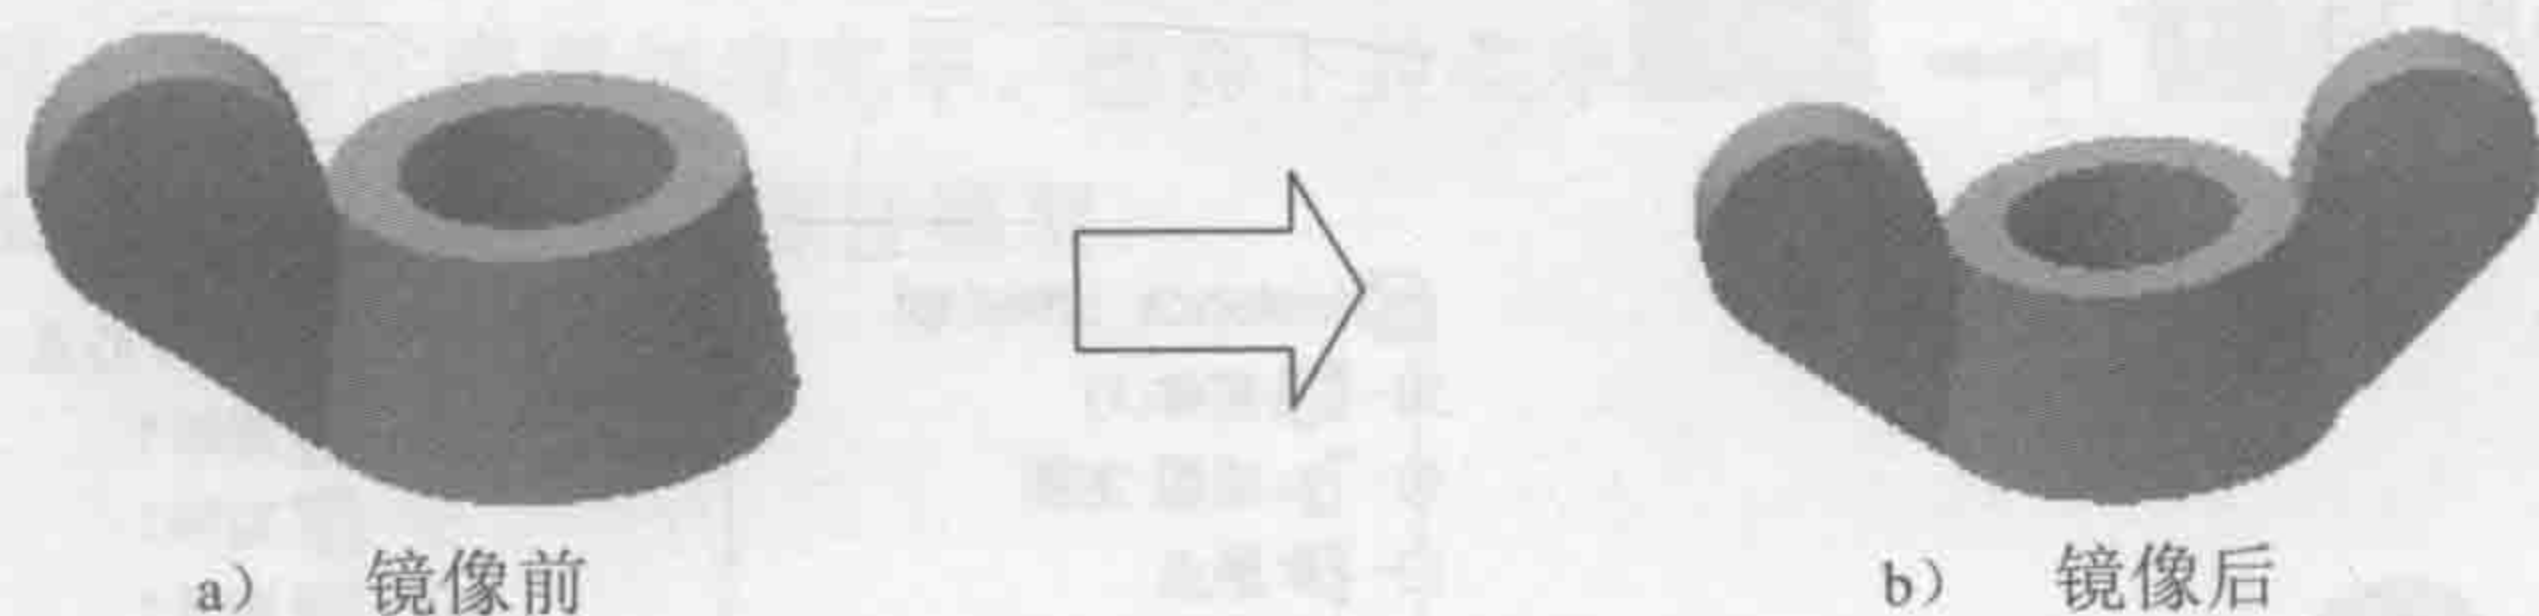

图 2.6 镜像 1
Step4. 创建图 2.6 所示的镜像 1。
(1) 选择命令，在 **阵列** 区域中单击“镜像”按钮 。
(2) 选取要镜像的特征。在图形区中选取要镜像复制的拉伸特征 1（或在浏览器中选择“拉伸 1”特征）。
(3) 定义镜像中心平面。单击“镜像”对话框中的  按钮，然后选取 YZ 平面作为镜像中心平面。
(4) 单击“镜像”对话框中的 **确定** 按钮，完成镜像操作。